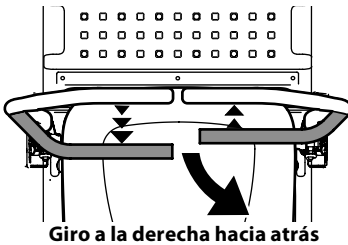

Figura 27
2. Para girar a la derecha mientras se desplaza marcha atrás, mueva la palanca de control del lado derecho hacia adelante respecto de la palanca de control de la transmisión izquierda (Figura 27).